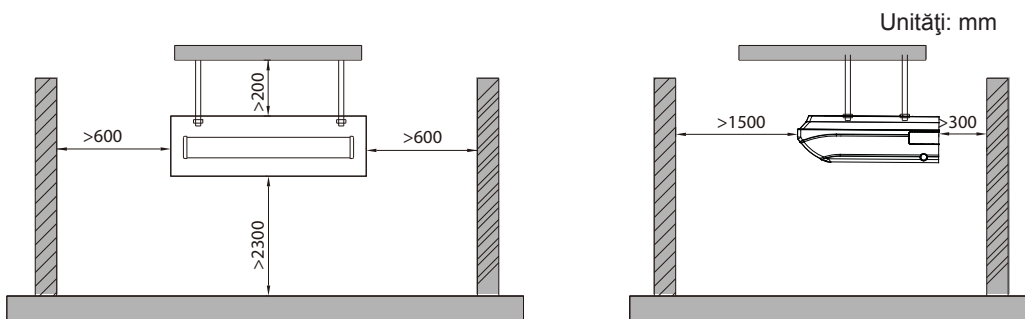

Fig. 2
- (1). Instalați unitatea într-un loc care este destul de rezistent pentru a susține greutatea unității.
- (2). Gura de admisia și de evacuare a unității nu trebuie să fie niciodată obturată astfel încât fluxul de aer să poată ajunge în fiecare colț al camerei
- (3). Lăsați loc de acces în jurul unității pentru service, așa cum este prezentat în Fig. 2.